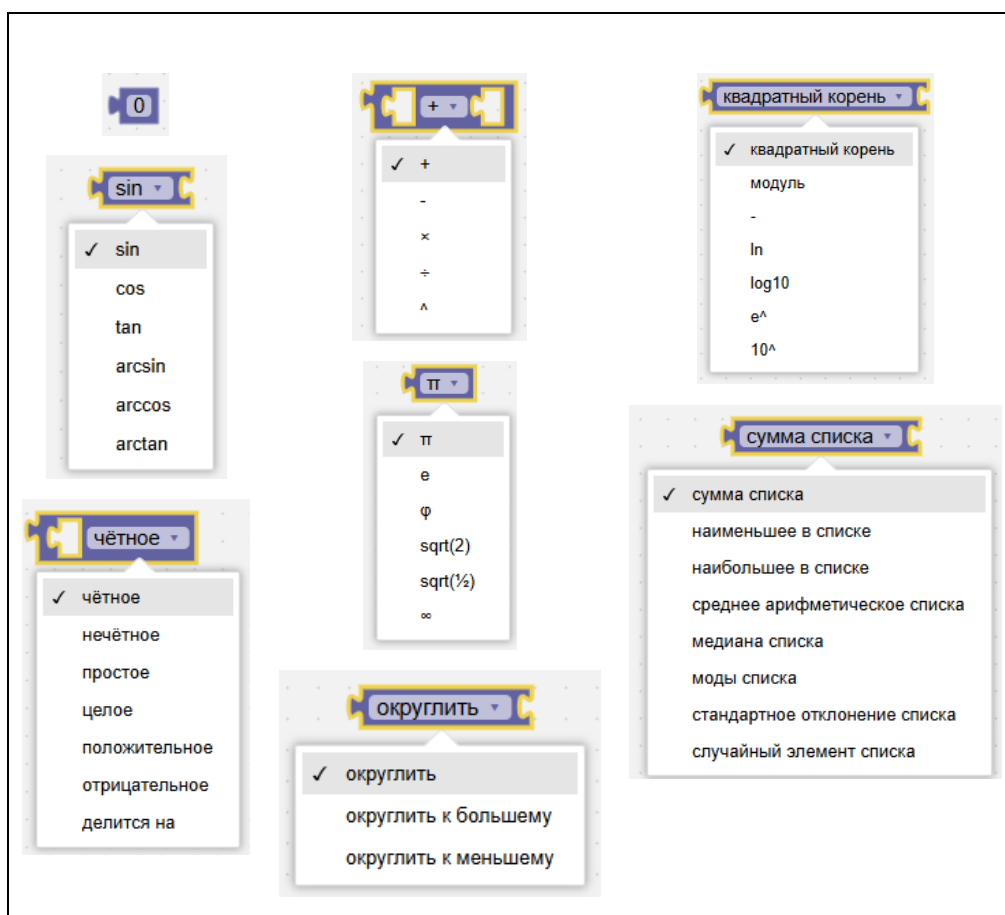

Рисунок 55 – Блоки «Математика»
2. «Математика» – вычисления, формулы (см. Рисунок 55).